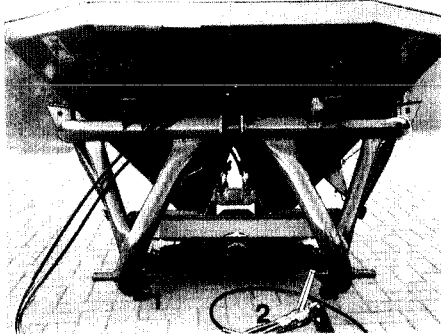

Fig. 10.12
- Dévisser la "protection métal du joint de cardan" (fig. 10.12/1) du manchon de boîtier.
- Retirer le flasque (fig. 10.12/2) de l'arbre d'entrée.